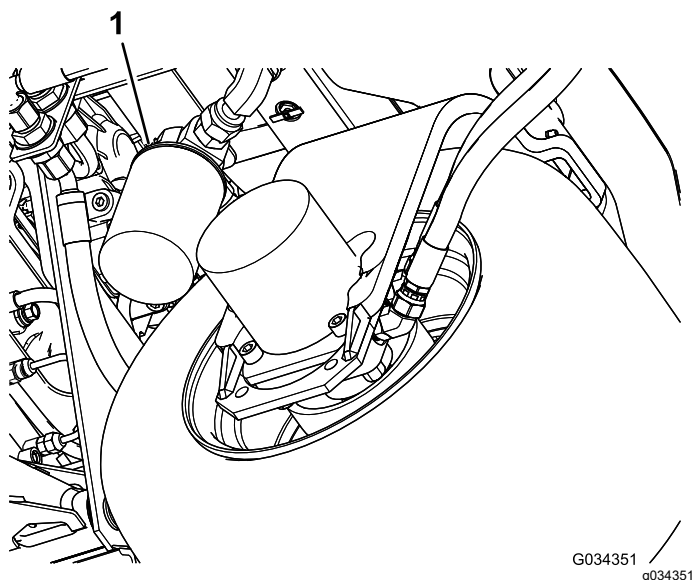

Bild 79
2. Reinigen Sie den Anbaubereich des Filters. Stellen Sie ein Auffangwanne unter den Filter (Bild 79) und entfernen den Filter.